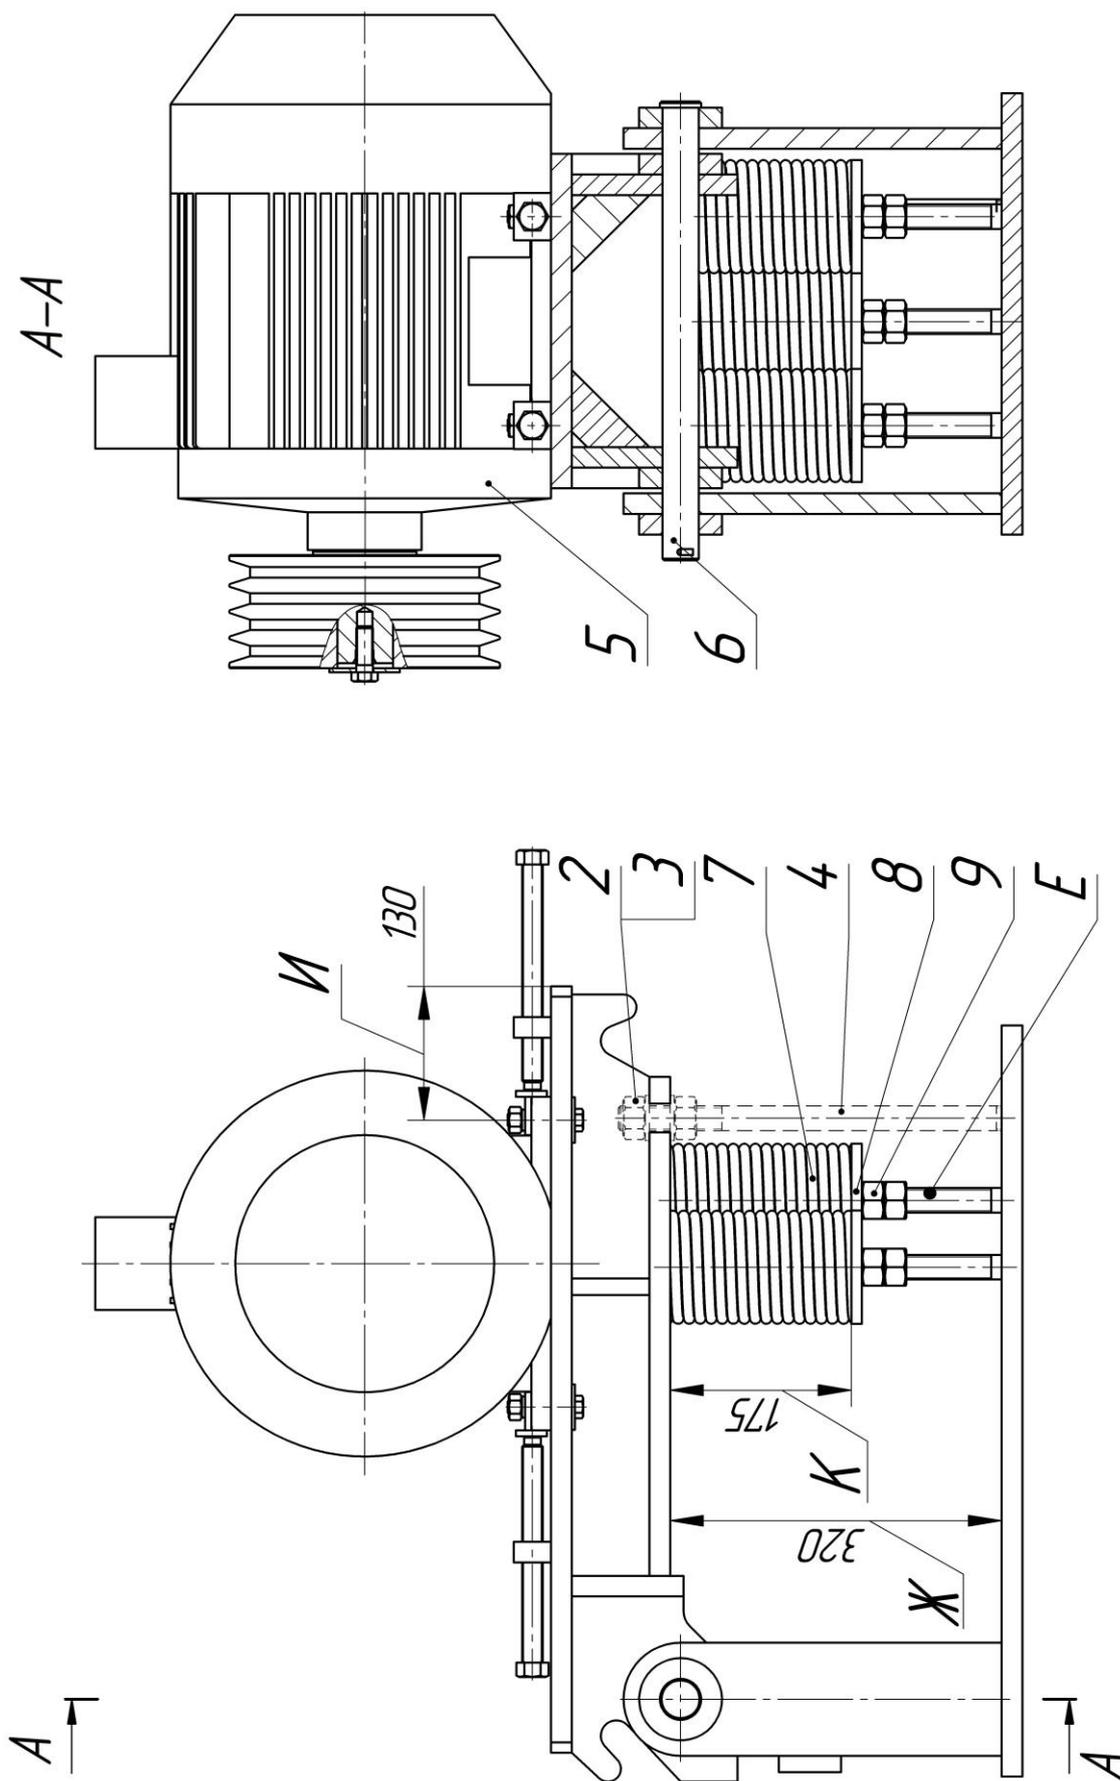
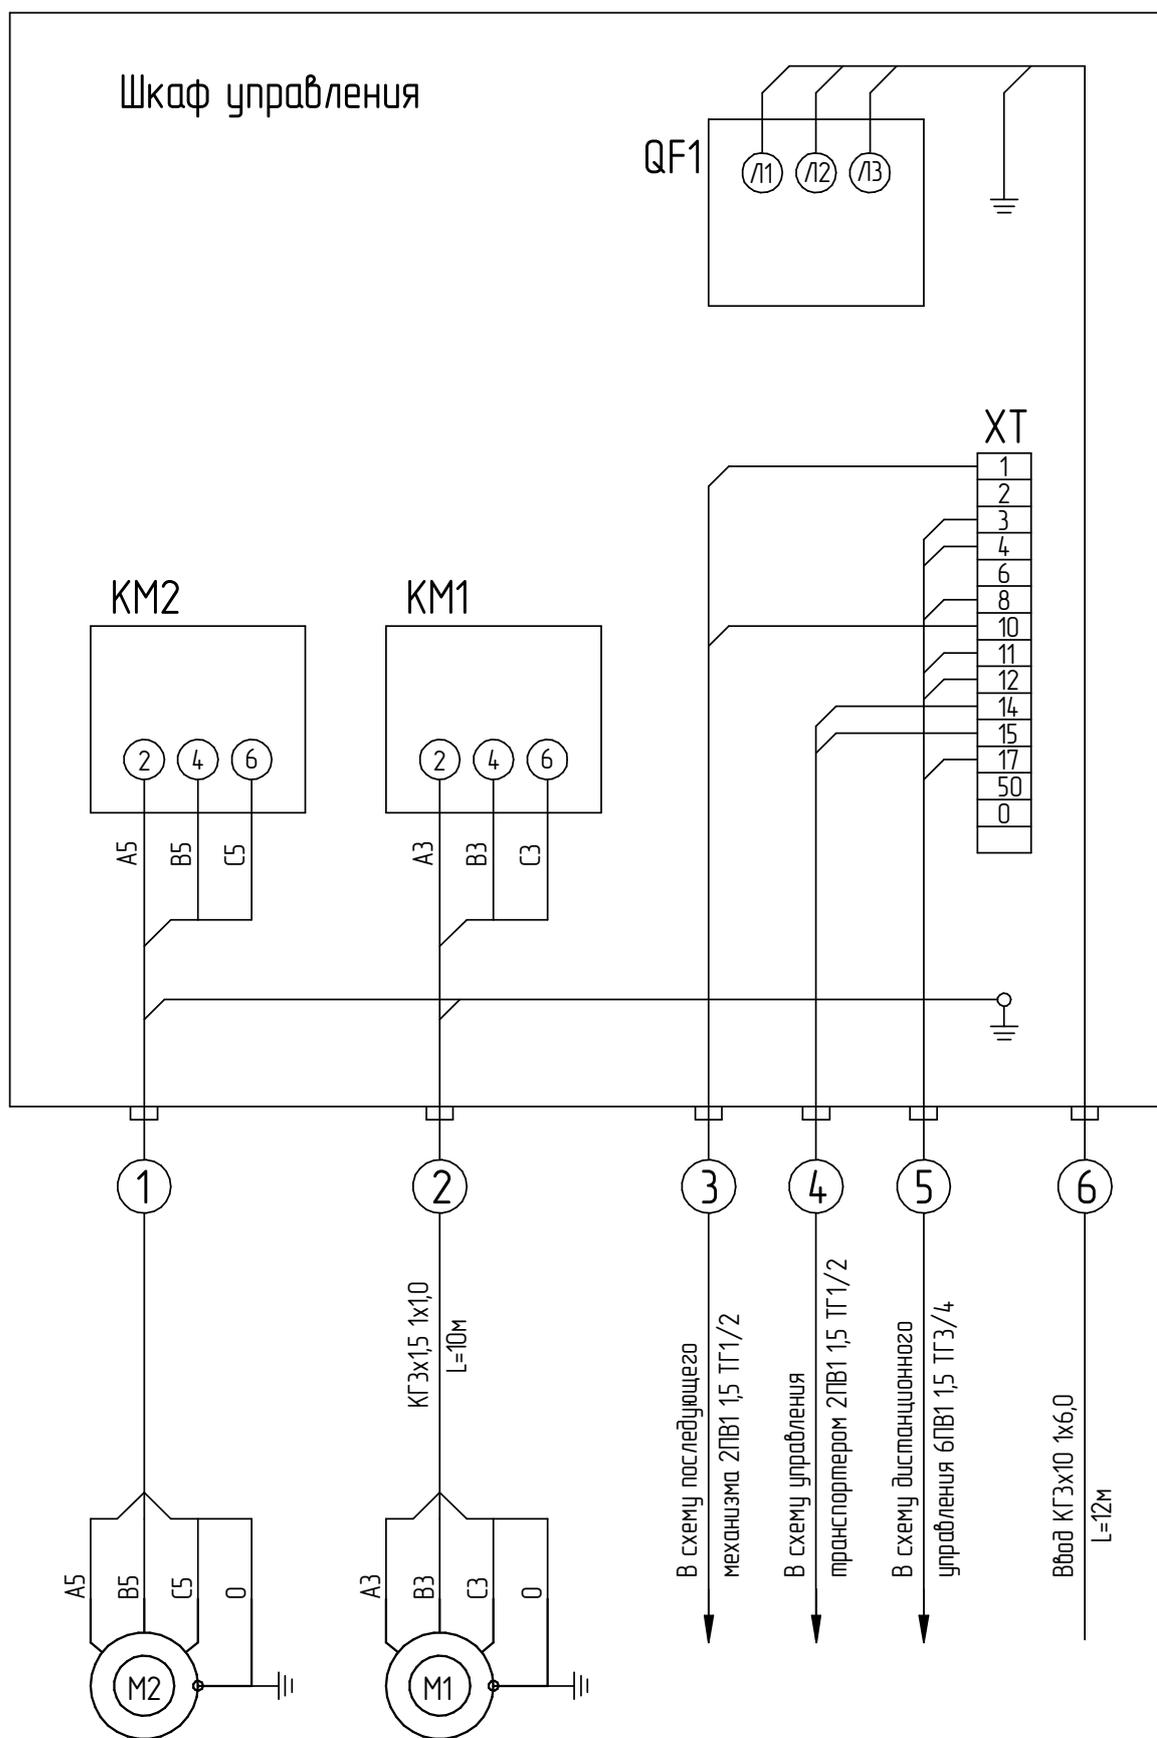

Рис. 6. Привод питателя.
Рис. 8. Схема электрическая подключения.
10.5. Сборка привода (см. рис. 6). После ремонта привода рекомендуется предварительно собрать его согласно рис.6, с последующей установкой привода на раме питателя.
Порядок предварительной сборки привода (см. рис. 6):
- 1) Навернуть гайки поз. 9 на шпильку "Е" (см.сечение А-А), (рис.6) до конца резьбы и установить тарелки поз.8 и пружины поз.7;
- 6) С помощью гаек поз.9 поджать пружины поз.7 до размера «К» 175 ± 2 мм (см. сеч. А-А, рис. 6);
14.1 Устройство и работа электрооборудования питателя (см. рис.6) и (см. рис.8).
14.1.1. Электрической схемой предусмотрено местное и дистанционное управление электроприводами (см. рис.8). Выбор способа управления осуществляется переключателем «SA».
14.2 Особенности электрооборудования питателя (см. рис.8,9).